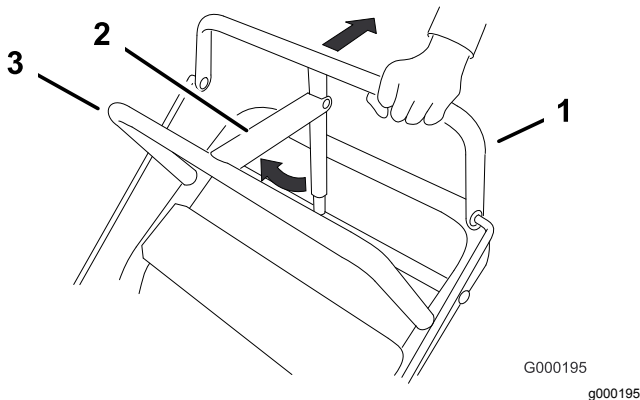

Figura 5
1. Tire de la barra de control superior hacia atrás y manténgala en esta posición (Figura 5).
2. Levante la palanca del freno de estacionamiento y suelte poco a poco la barra de control superior. La palanca del freno de estacionamiento debe permanecer en la posición de puesto (Figura 5).